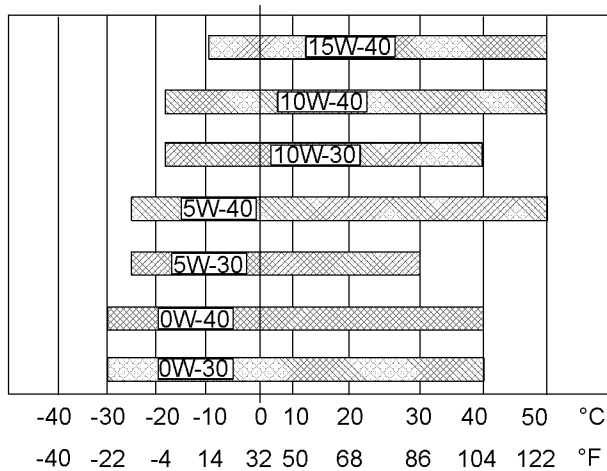

Ilustración 25
Consulte la Ilustración 25 (temperatura mínima) para determinar la viscosidad necesaria del aceite para arrancar un motor frío.
Consulte la Ilustración 25 (temperatura máxima) para seleccionar la viscosidad de aceite para la operación del motor a la temperatura ambiente más alta esperada.
- Consulte las “viscosidades de lubricante” correctas. Consulte la Ilustración 25 para encontrar el grado correcto de viscosidad de aceite para su motor.